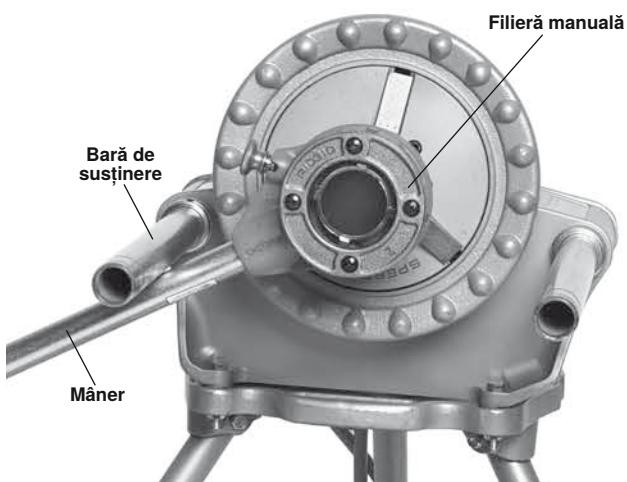

Figura 20 - Îndepărțarea capului-filieră de pe țeava filetată (mânerul contra părții inferioare a barei).
- c. Prelungeți complet bara de susținere pe partea comutatorului și ridicăți mânerul filierei contra părții inferioare a barei. Țineți capătul filierei cu mâna stângă. Pentru a evita rănilor prin ciupire, nu plasați mâna sau degetele între mânerul filierei și bara de susținere. Mențineți mânerul în contact cu bara de susținere (vedeți Figura 20).
1. Țineți mânerul filierei contra părții inferioare a barei de susținere pe partea comutatorului. Pentru a evita rănilor prin ciupire, nu plasați mâna sau degetele între mânerul filierei și bara de susținere. Vedeti figura 20 pentru poziția corectă de operare.